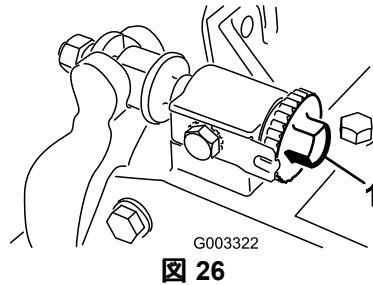

図 26
1. ベッドナイフ調整ノブ図26を左に回して、ベッドナイフとリールの接触を完全になくす。